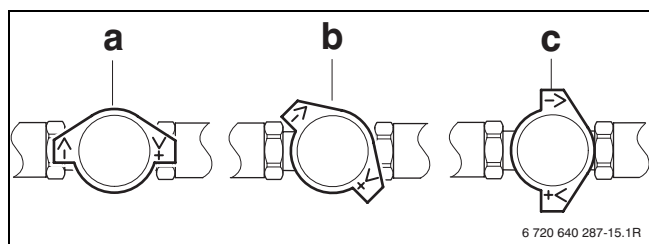

Fig. 16 Rubinetto d'arresto con valvola di ritegno integrata presso la mandata
- ▶ Aprire le valvole di ritegno di mandata e ritorno (→ fig. 16 e 17, pagina 18).